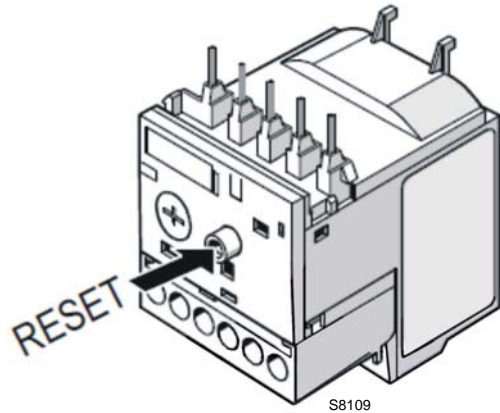

Fig. 39
- Pour débloquer, en cas d'intervention du relais thermique, appuyer sur le bouton «RESET» (Fig. 39).